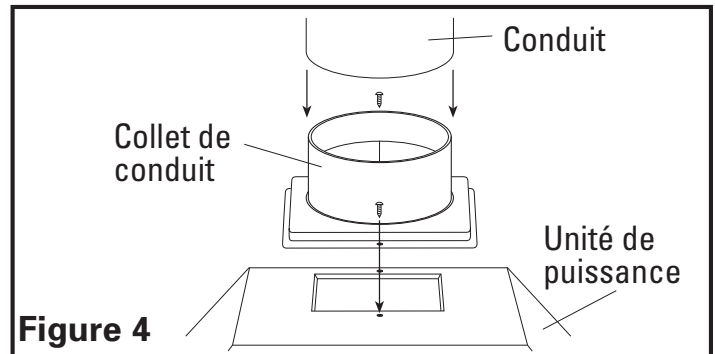

Figure 4
1. Installez le collet de conduit sur la hotte avec les deux vis #6 à tête époincée (**Figure 4**).
2. Quand il y a accès au dessus de l'unité, reliez la canalisation au collier de conduit et fixez-la en place en utilisant un ruban adhésif pour sceller tous les joints (**Figure 4**).